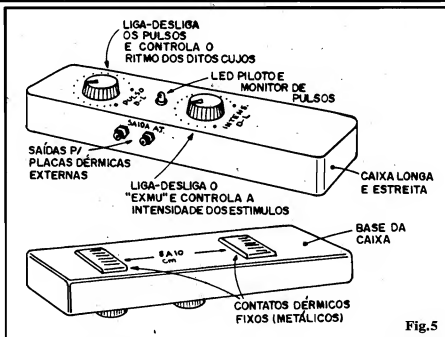

Fig.5
- 1 - Caixa para abrigar a montagem. Diversos **containers** plásticos, padronizados, servirão para acondicionar o circuito do EXMU. Se o Leitor/Hobbysta optar por seguir a nossa sugestão no **lay out** final (fig. 5), deverá providenciar uma caixa longa e estreita, cujas dimensões ficarão condicionadas, principalmente, ao transformador escolhido ou obtido.
- 2 - Pequenas superfícies metálicas (bastam cerca de 1,5 x 3,0 cm, cada) para os eletrodos "fixos" de aplicação (ver fig. 5)
FIG. 5 - SUGESTÃO PARA O "ENCAIXAMENTO" DO EXMU - A idéia é "portabilidade máxima e grande facilidade no uso"... Assim, a solução, "leiautada" na fig. 5 nos parece a mais lógica e prática: um container plástico estreito e longo (tanto a largura quanto o comprimento finais dependerão muito do tamanho do transformador utilizado, por isso não damos "valores numéricos" para as dimensões...). Nessa configuração, o EXMU resultará num aparelho fácil de manusear, com a forma final de um bastão... Observem a colocação sugerida para as placas metálicas
Tais eletrodos poderão ser facilmente confeccionados com filtros ("ralos") de pia, em alumínio ou aço inoxidável, redondos, perfuradinhos (os furinhos ajudam a pele do local a "respirar", evitando o acúmulo de suor no local, que alteraria as condições elétricas/resistivas de aplicação dos pulsos excitados...). No caso, os comprimentos dos cabos poderão ser condicionados por quaisquer fatores de "conforto", ou específicos para as aplicações desejadas... Detalhes práticos, como a possibilidade de "aplicação manual" (ou seja: com o fisioterapeuta segurando e pressionando os eletrodos, contra a região do corpo do paciente que deva receber o tratamento...) devem ser aqui considerados, eventualmente com a anexação de proteções isolantes, manoplas plásticas, etc., aos eletrodos. Esse tipo de contato dérmico se presta mais a aplicações em regiões do corpo que apresentem grande área, como as costas, a lateral do tronco, região lombar inferior, ao longo das coxas, etc. Já quando a lesão a ser tratada se estender por pequena área, ou situar-se nos braços e parte inferior das pernas, mãos, pés, pescoço, etc., a solução mostrada na fig. 5 nos parece a mais prática e direta... Notem, contudo, que o critério de localização exata dos eletrodos é matéria inerente aos conhecimentos profissionais do fisioterapeuta, e de ninguém mais...!